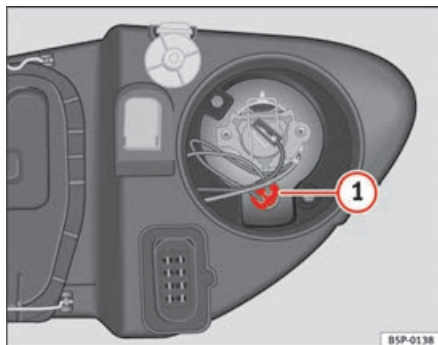

Fig. 193 Luci di posizione
- Estrarre il portalampade ⇒ fig. 193 ① verso l'esterno.